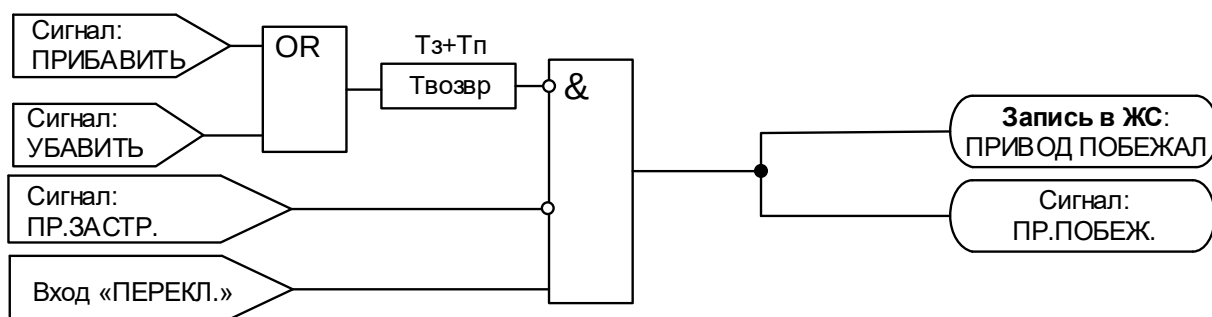

Рисунок 6.95 – Логика формирования неисправности «Привод побежал»
**Действия при самопроизвольном включении привода.** Если при отсутствии команд управления «ПРИБАВИТЬ» или «УБАВИТЬ» обнаружено наличие сигнала на входе «ПЕРЕКЛ.», то запрещается регулирование напряжения. Формируются сигналы «ПР.ПОБЕЖ.», «БЛОКИР.» и «СИГН.РПН», блокируются команды «ПРИБАВИТЬ» и «УБАВИТЬ» (см. рис. 6.95).